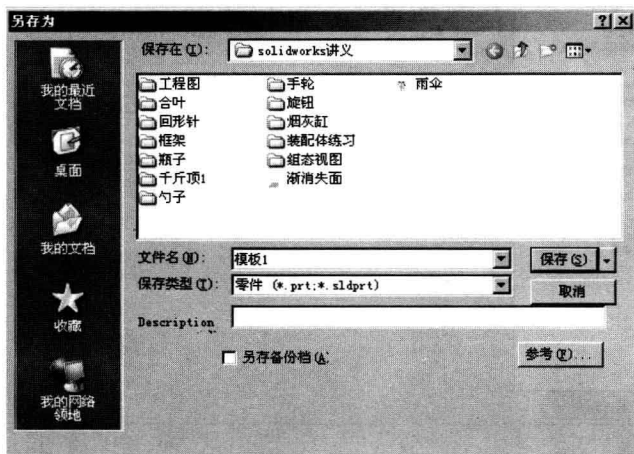

图 1-7 “另存为”对话框
⑥ 在“自定义”对话框的“工具栏”选项卡中,勾选希望显示的每个工具栏复选框,同时勾选希望隐藏的工具栏复选框,然后单击“自定义”对话框中的“确定”按钮,把选择的项目应用到当前的零件文档中。
⑦ 选择“文件”→“保存”命令,或单击图示工具栏中的保存文档图标,系统将弹出如图 1-7 所示的“另存为”对话框。